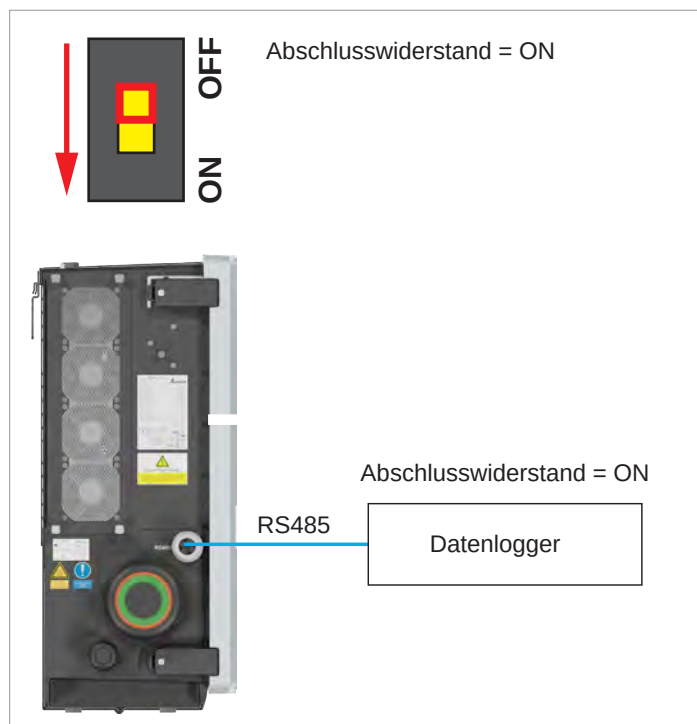

Abb. 5.4: Anschluss eines einzelnen Wechselrichters an einen Datenlogger
- Den RS485-Abschlusswiderstand an Wechselrichter und Datenlogger einschalten (Abb. 5.4, S. 34).